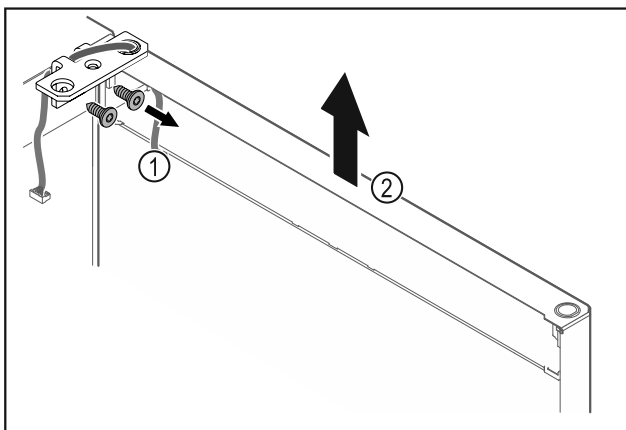

Fig. 21
- Lironi vidat e profilit të menteshës Fig. 21 (1).
- Ngrini drejt lart derën së bashku me profilin e menteshës Fig. 21 (2) rreth 200 mm dhe hiqeni.